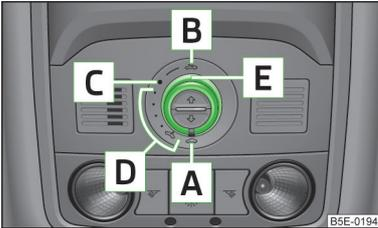
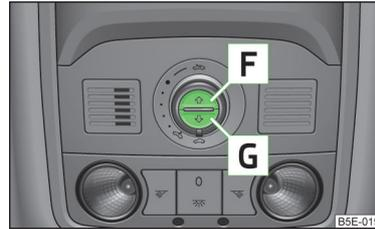

Abb. 26
Abb. 27
- Wurde z. B. die Batterie abgeklemmt und wieder angeklemmt, kann es passieren, dass das Schiebe-/Ausstelldach außer Funktion ist. Dann den Drehschalter in die Schalterstellung  » Abb. 26 auf Seite 54 stellen, ziehen und an der Ausparung nach unten und vorn festhalten. Nach etwa 10 Sekunden geht das Schiebe-/Ausstelldach auf und wieder zu. Erst danach den Drehschalter wieder loslassen.
- Wurde z. B. die Batterie abgeklemmt und wieder angeklemmt, kann es passieren, dass das Sonnenschutzrollo außer Funktion ist. Dann den Schalter in Stellung  » Abb. 26 auf Seite 54 drehen, die Taste  » Abb. 27 auf Seite 54 drücken und halten. Nach etwa 10 Sekunden geht das Sonnenschutzrollo auf und wieder zu. Erst danach den Drehschalter wieder loslassen.
➤ Den Schalter in Stellung **C** » Abb. 26 drehen.
Das Sonnenschutzrollo kann mithilfe der Tasten geschlossen bzw. geöffnet werden » Abb. 27.
- Zum vollständigen Öffnen die Taste **F** » Abb. 27 kurz drücken.
- Zum vollständigen Schließen die Taste **G** » Abb. 27 kurz drücken.